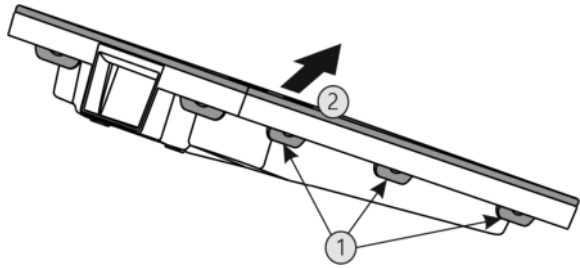

Fig. 118
- ▶ Alle Laschen Fig. 118 (1) nacheinander drücken und die Abdeckung Fig. 118 (2) entnehmen.